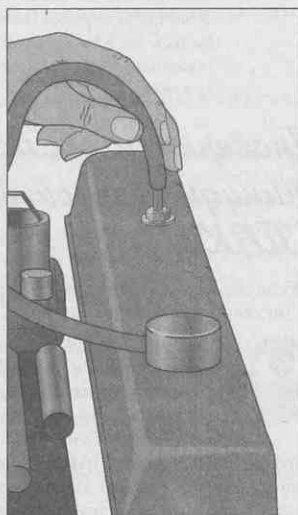

Рис. 13.7. Клапан ПВК в крышке газораспределительного механизма со снятым шлангом
- ✓ Если двигатель карбюраторный, ищите шланг диаметром около сантиметра, ведущий из нижней части карбюратора к крышке газораспределительного механизма или маслозаливной горловине (рис. 13.7). Если есть *оба*, вам нужен тот, который *не идет* к маслозаливной горловине.